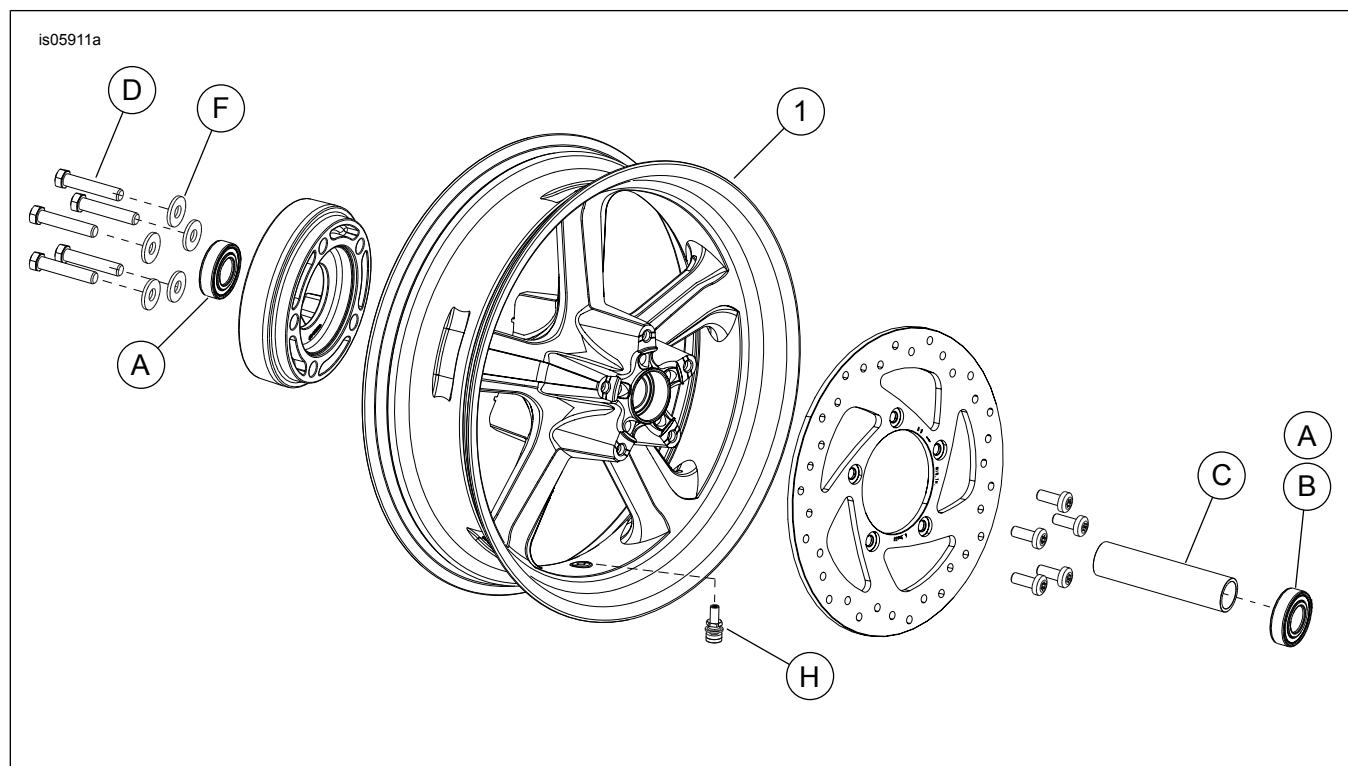

Figura 1. Parti di ricambio: Cerchio in alluminio pressofuso a 5 razze posteriore
Vedere Figura 1 e tabelle delle parti di ricambio.
2. Vedere Figura 1. Installare il gruppo dello stelo della valvola (H) sulla ruota. Vedere PNEUMATICI nel manuale di manutenzione.